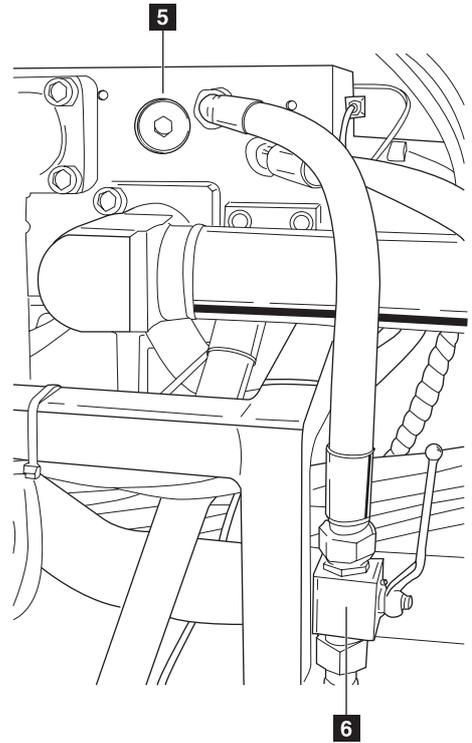
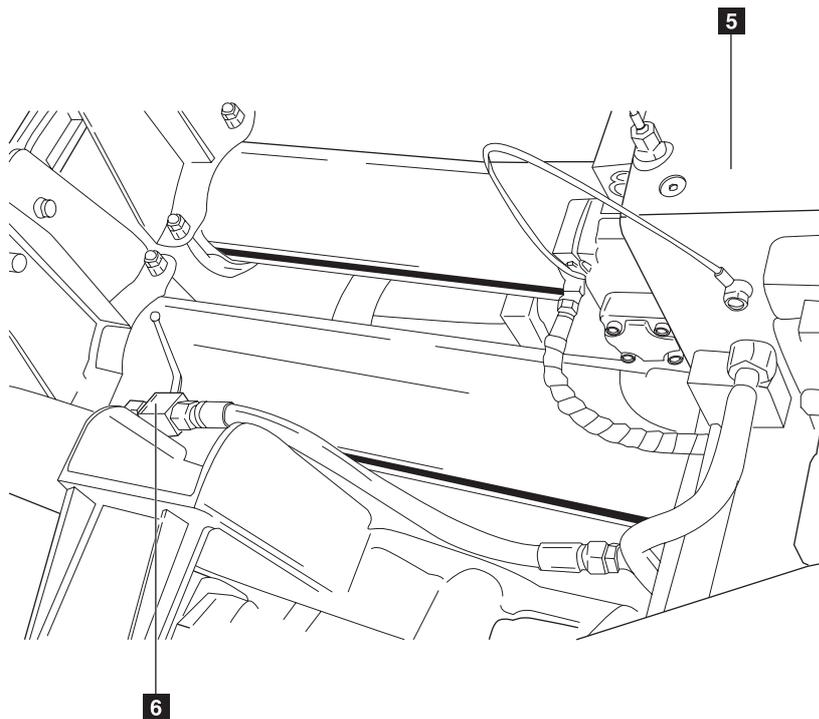

图 2-16
图 2-17
- (b) 蓄能器卸荷球阀安装主阀块旁边,小排量泵车(一般为四节臂泵车)的蓄能器卸荷球阀在主阀块右边,大排量泵车(一般为五节臂泵车)的蓄能器卸荷球阀在主阀块的左边,分别参见图 2-16(截止阀为卸荷状态)和图 2-17。